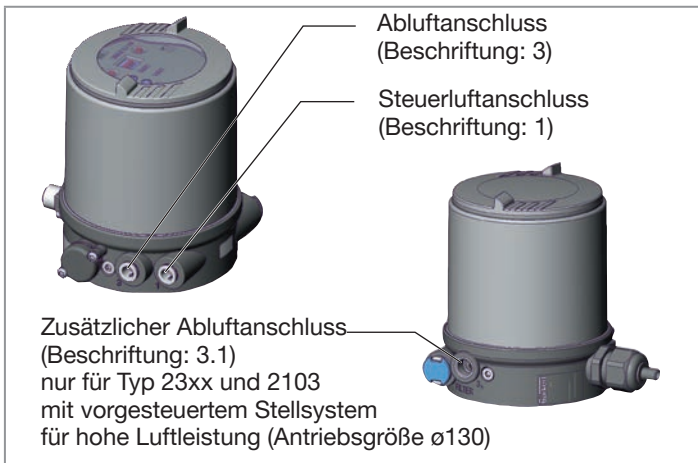

Bild 10: Pneumatischer Anschluss
- Steuermedium an den Steuerluftanschluss (1) anschließen (3...7 bar; Instrumentenluft, öl-, wasser- und staubfrei).
- Abluftleitung oder einen Schalldämpfer an den Abluftanschluss (3) und wenn vorhanden an den Abluftanschluss (3.1) montieren (siehe „Bild 10“).